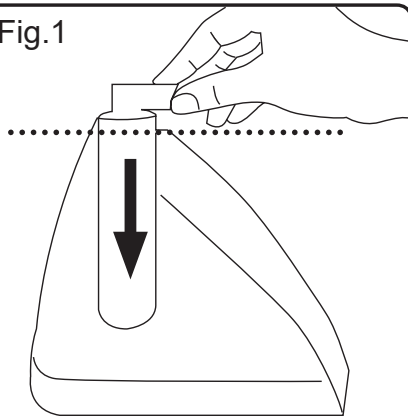

Fig.2
- Respetar los niveles MAX (Fig. 2)
- Extraer el depósito del aparato presionando el botón para extraer el depósito (D) situado en la base del depósito o llene el depósito a través del orificio de llenado (A).
- Llenar el depósito respetando el nivel MAX (Fig. 2).
- Llenar el depósito respetando el nivel MAX (Fig. 2)
- Poner el aparato en marcha (On/off) (L) , accionando el control de vapor y temperatura (E) hasta situarlo en la posición que corresponda a la temperatura deseada. (Fig. 2 y 4)